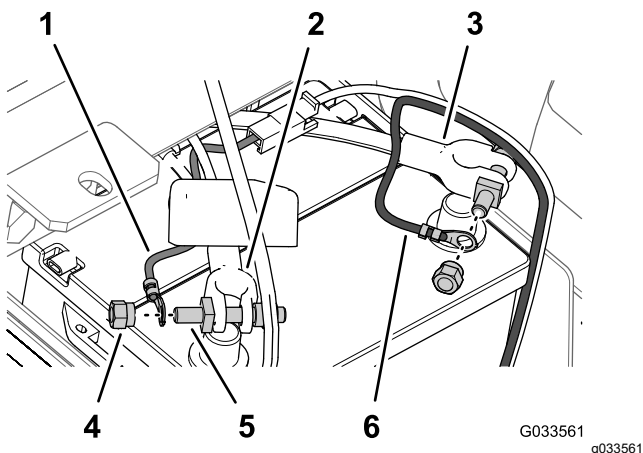

Figura 29
6. Fixai borna inelară a siguranței fuzibile (cablajul pulverizatorului) la suportul urubului de bornă pe care l-ai asamblat la cablul pozitiv al bateriei cu o piuliă de strângere (Figura 29).
7. Fixai borna inelară a cablului negativ (negru – cablajul pulverizatorului) la suportul urubului de bornă pe care l-ai asamblat la cablul negativ al bateriei cu o piuliă de strângere (Figura 29).